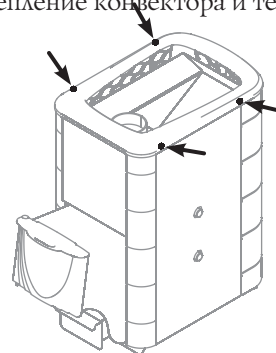

Рисунок 10. Демонтаж рамки конвектора печи.
1. Снять рамку конвектора, открутив 4 самореза (рисунок 10)